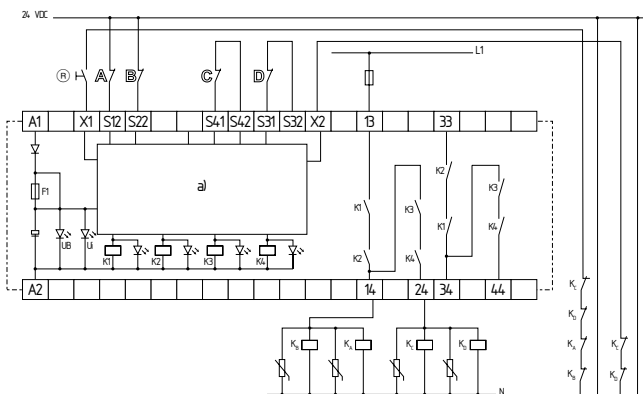

Fig. 2: SRB 400CS, 400CS/T
Controllo a due canali, rappresentato utilizzando l'esempio di un circuito di arresto di emergenza con due contatti A e B e di un sistema di sorveglianza porta con due contatti C e D, di cui almeno uno ad apertura obbligata; pulsante di Reset esterno (R) (riferito al livello di sicurezza 1) (vedere Fig. 2)
- (R) = Circuito di ripristino